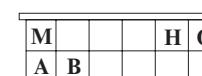

Рис. 2
**Черный провод** подсоедините к корпусу, или контакту 4 (МК), или к контакту 1 (ЧР), рис. 2, или к контакту А (ДК) или к контакту 5 (OBD II).